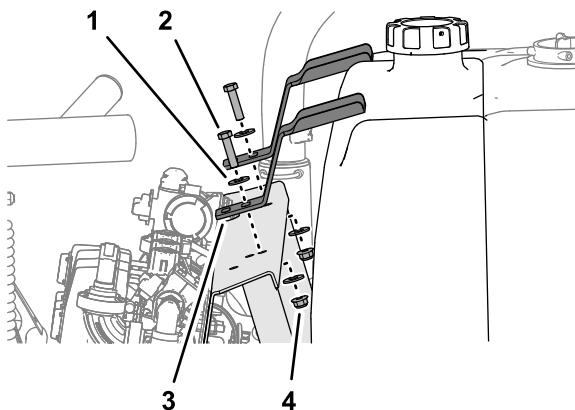

**Figura 3**
3. En la parte inferior del depósito de enjuague, retire la horquilla de retención que sujeta el acoplamiento de 90° de la manguera de alimentación al pasamuros (**Figura 3**).
4. Retire el acoplamiento de 90° del pasamuros (**Figura 3**).